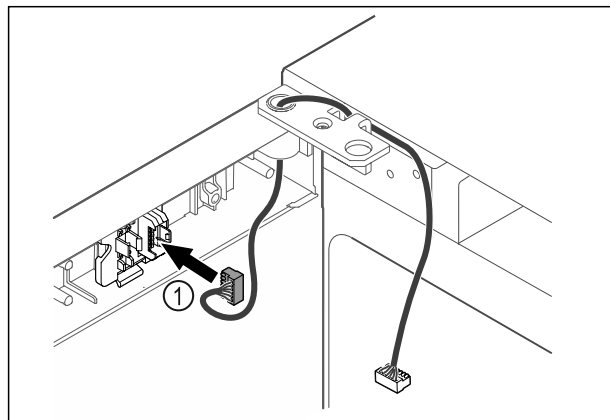

Fig. 47
- ▶ Zasuňte zástrčku Fig. 47 (1) do držáku zástrčky.